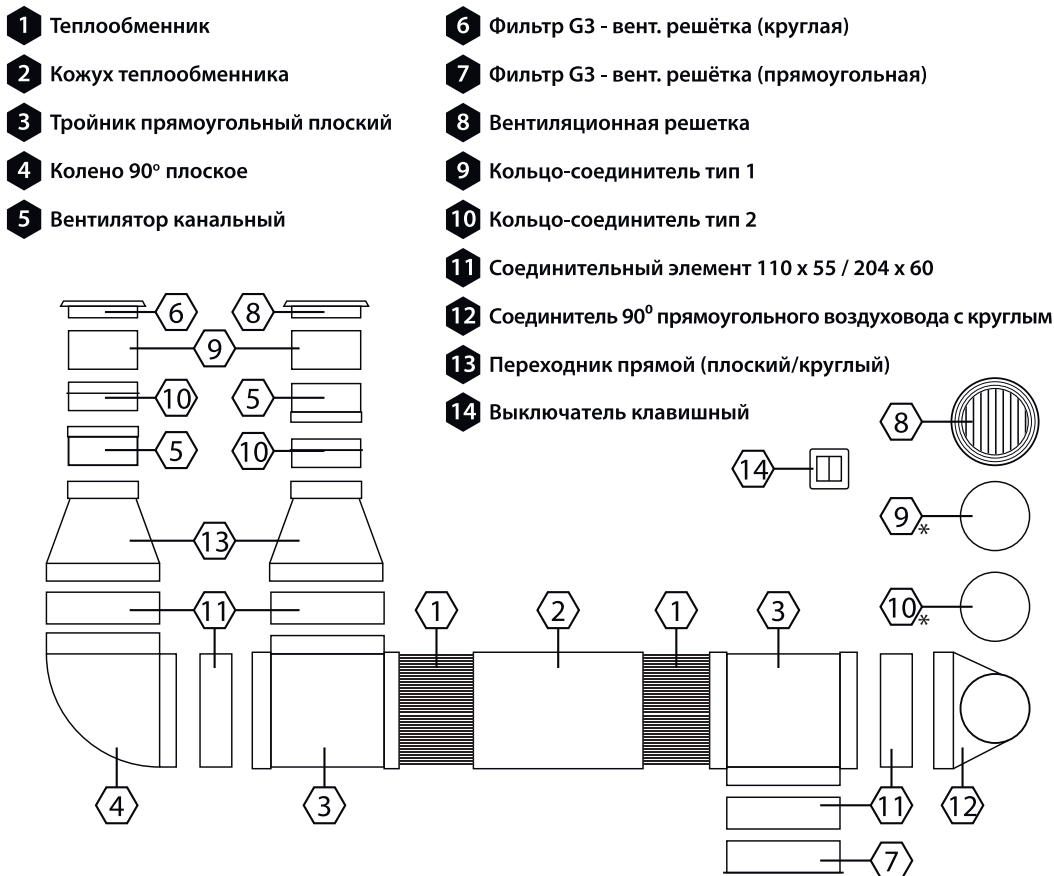

Рис.1. Комплектация моделей WFA30, WFA30t, WFA70, WFA70t
## В комплект поставки входят (рис. 1.):
a2 – Минимальный размер. Может быть увеличен до необходимого с помощью замены соединительного кольца (дет. 9 на рис. 1,2) на воздуховод подходящего диаметра нужной длины (Приобретается отдельно, нет в комплектации).
7. Собрать рекуператор в соответствии со схемой (рис. 1,2). **ВАЖНО** Глубина на которую можно помещать приточный вентилятор (деталь №5) в колено 90о (деталь №4, рис. 1,2) не должна превышать 25мм.